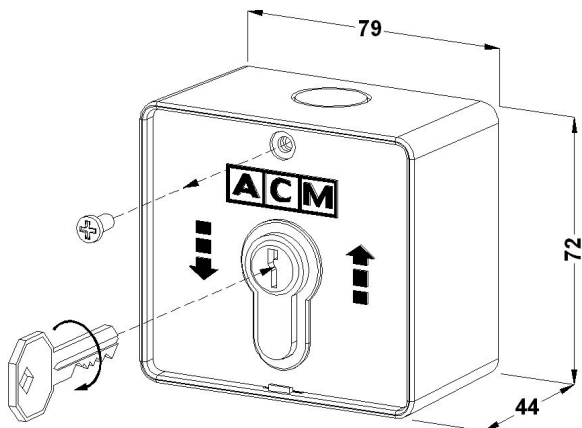
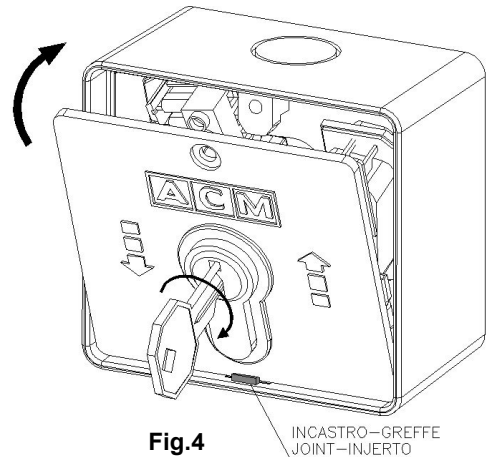

Fig.1
Fig.4
I) Rimuovere la vite di fissaggio del coperchio ed inserire la chiave nella serratura. Ruotando la chiave in uno dei due versi, fare leva verso l'esterno per estrarre il coperchio del selettore (fig.1, fig.4);
F) Ôter la vis de fixation du couvercle et mettre la clé dans la serrure. Faire tourner la clé d'un côté ou de l'autre afin de faire levier vers l'extérieur et d'extraire ainsi le couvercle du sélecteur (fig.1, fig.4) ;
GB) Remove the screw from the cover and insert the key into the lock. Turn the key in one direction or the other, applying outwards pressure to detach the cover from the switch (fig.1, fig.4);
E) Retirar el tornillo de fijación de la tapa e introducir la llave en la cerradura. Girando la llave hacia uno de los dos lados, hacer palanca hacia fuera para extraer la tapa del selector (fig.1, fig.4);
- Reinsere il coperchio del selettore ruotando la chiave; prestare attenzione alla disposizione dei cavi all'interno e serrare il tutto con la vite (fig.4).